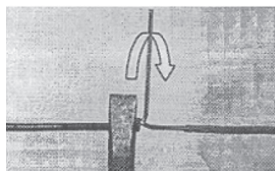

figura 7
6. Inicie a segunda parte da emenda, segurando a primeira parte com o alicate (**figura 7**).